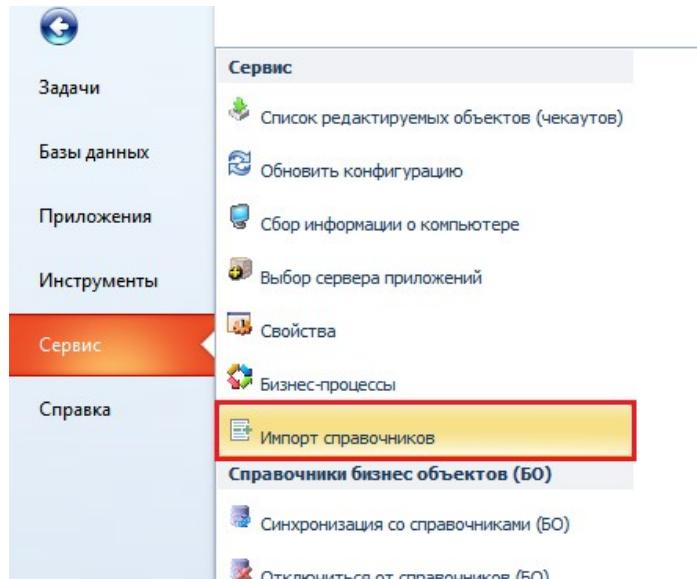

Рисунок 245: Выбор действия "Импорт справочников"
- 1 В «ГОЛЬФСТРИМ Клиент» в меню «Сервис» выбрать действие «Импорт справочников» (рис. 245).